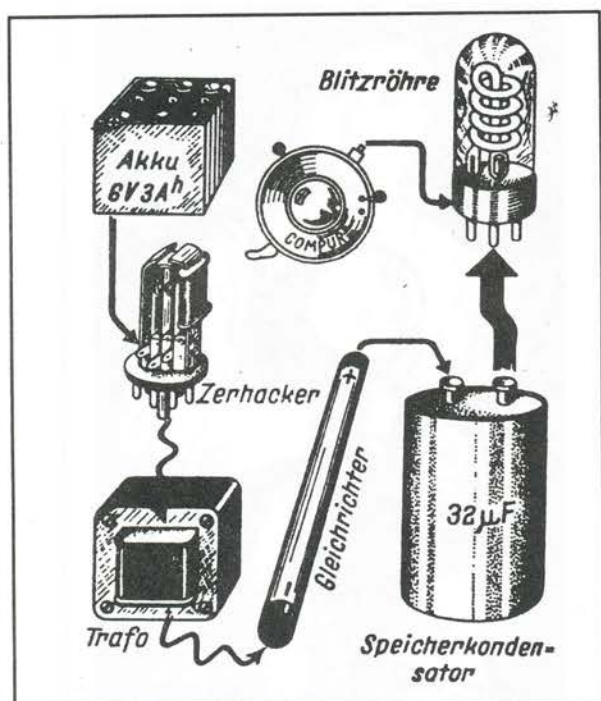
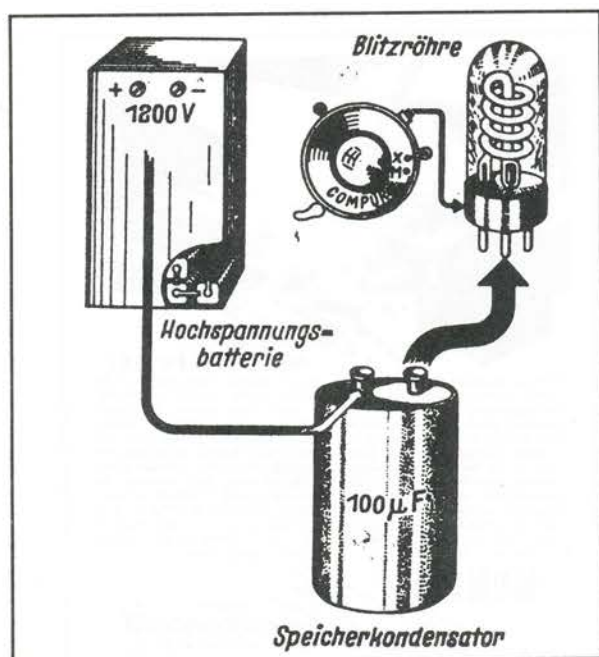

Fig. 19. Forenklet principskitse for elektronblitz med lavspændingsbatteri og 'optransformering' af spændingen.
Fig. 20. Forenklet principskitse for elektronblitz med højspændingsbatteri, system Rebikoff.
Vi vil nu se lidt på de forskellige principper for elektronblitzen. Først beskæftiger vi os med blitser med gas under højt tryk. Det er her nødvendigt med en kondensator for at opsamle en tilstrækkelig strømmængde. Strømmen sendes igennem med høj spænding for optransformering af spændingen fra tør-elementer eller akkumulatorbatterier. Det er også muligt at arbejde med højspændte tør-elementer og undgå transformatoren. En transformator kan kun arbejde med strøm, som ændrer spænding, en strømregulator må derfor indsættes. Den arbejder efter samme princip som en ringeklokke eller som vibratoren i visse bilmotorcoiler. I nyere modeller udgør en transistor regulatoren. Fordelen ved denne metode er, at der går mindre strøm til spilde. Fig. 19 viser en forenklet principskitse af denne type. Tændingsmekanismen er udeladt. (27). Rebikoff konstruerede blitser bl.a. Ikotron, som benyttede højspændingsbatteri. Her var det ikke nødvendigt med en transformator. Fordelen er en mere funktionssikker blitz, men dyrere med batterier. Principskitserne er vist på fig. 20. (27). For en middelstor blitz kan effekten under udladning ligge på ca. 500 kilowatt, ved en blitstid på $1/5000$ sek.